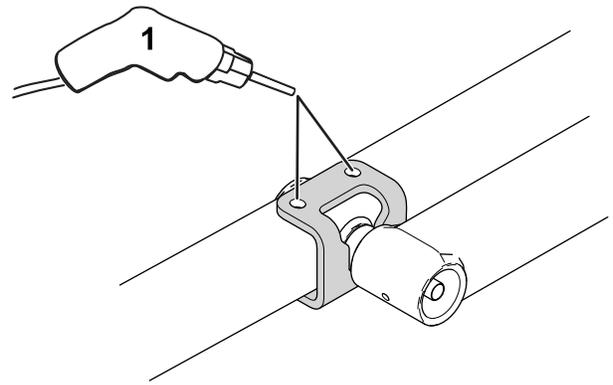

图 5
4. 在刀盘管上标记出 2 个螺栓孔的位置并使用 9cm 钻头钻透所标记的刀盘管孔。钻透刀盘管的螺栓侧图 5。